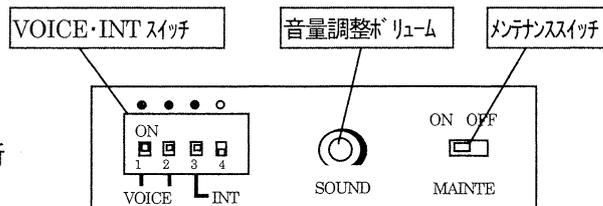

図13. 警報ユニットのモード設定部
- ② 間欠 (INT) モードの設定 (図 13. 参照)